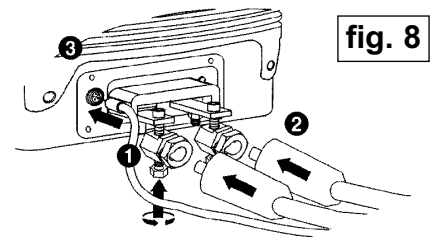

fig. 8
8.4. MANUAL CLAMP, CLAMP STUDDER & GROUND CABLE CONNECTION (fig. 8)